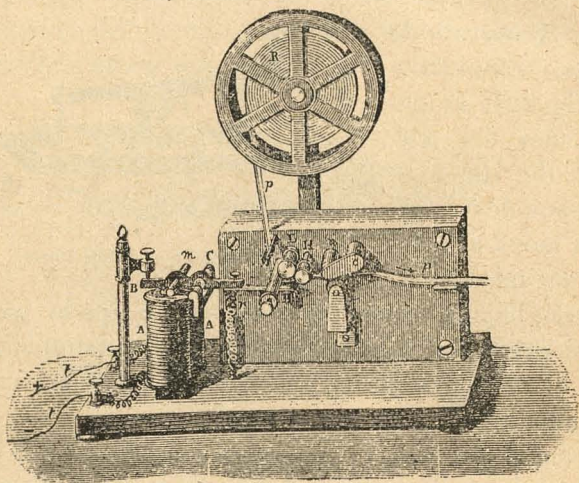

Fig. 224.—Receptor de Morse.
*Receptor* (fig. 224).—El receptor del telégrafo de Morse comprende un electroimán *A* que puede atraer un pequeño cilindro de hierro dulce *m* cuando pasa la corriente. Ese cilindro hace mover una palanca *B*, cuya extremidad lleva una púa para escribir, debajo de la cual pasa una faja de papel de un modo regular, mediante un mecanismo de relojería.